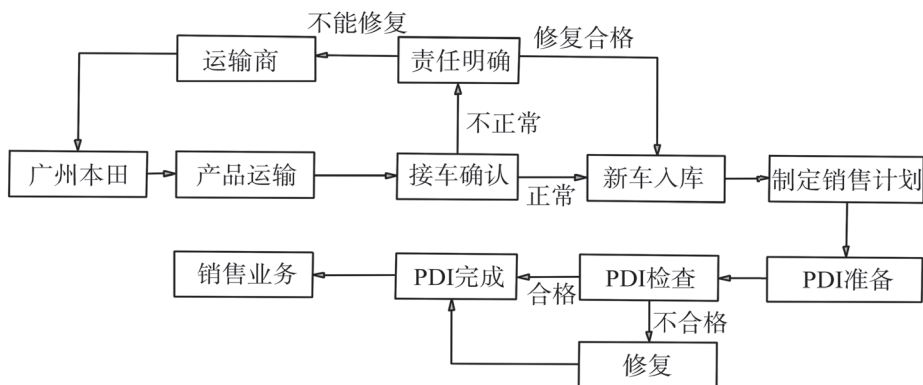

图1-4 汽车4S店PDI检查的基本运作流程图
(1) 实施PDI检查的方式。
① 新车交付给用户前一天内完成PDI检查。
② 销售部门必须提前两天通知服务部门，以便服务部门合理安排人员实施检查作业。
③ 销售部门与服务部门在PDI实施前、后的交接时必须做好车辆及随车物品移交手续（如随车物品、PDI检查单等）。
(2) 实施PDI检查的流程：特约店在实施PDI检查作业时，务必遵循流程。以广州本田汽车4S店为例，汽车4S店PDI检查的基本运作流程图如图1-4所示。